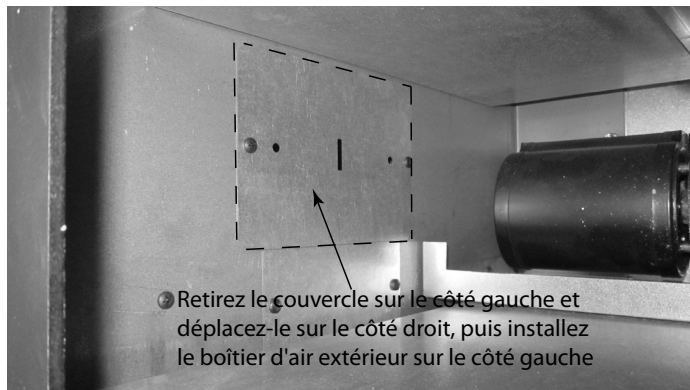

Figure 3.14 Retrait du couvercle (côté gauche)
- Sur le côté gauche, retirez les deux (2) vis du couvercle. Voir la figure 3.14.